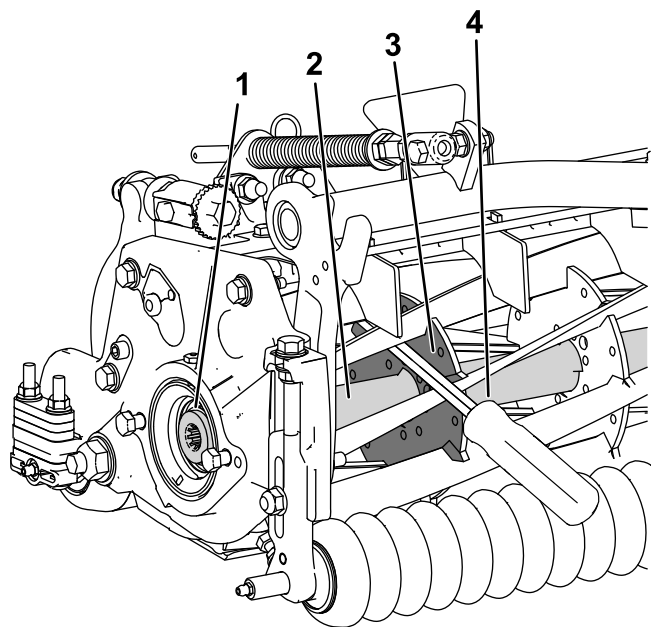

图 29
1. 将一根长柄撬棍建议尺寸为 0.95cm x 30.48cm 带 螺丝刀柄插入滚刀组前面最靠近需要扭转的滚刀组 一侧图 29。
2. 将撬棍靠着内部滚刀组加强板的焊接侧放置图 29。